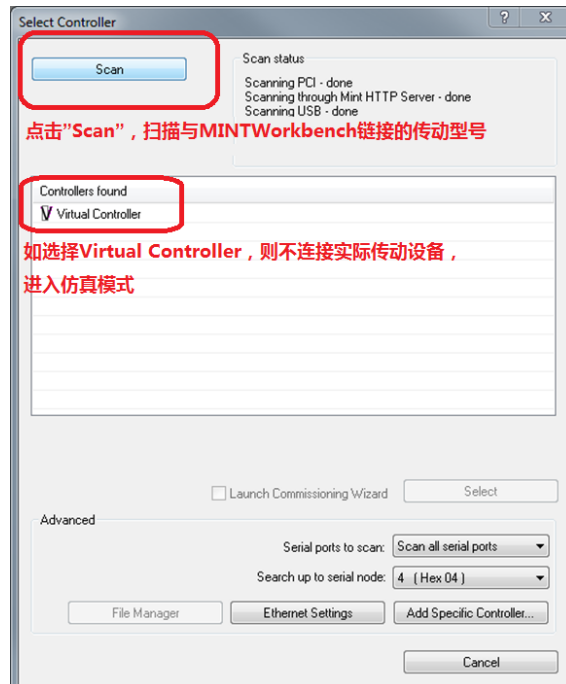

图2-2 点击“ Scan” ，扫描与MINTWorkbench链接的传动型号
- 选择扫描结果“ e150demo (Microflex e150) on USB node2” 。（ 如果PC未与实际传动链接，可选择Virtual Controller虚拟控制器，进入仿真模式 ），如图2-2所示。